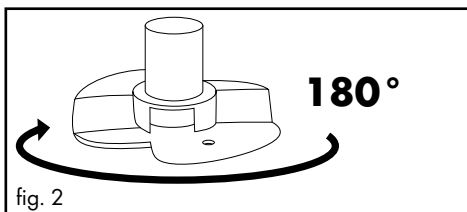
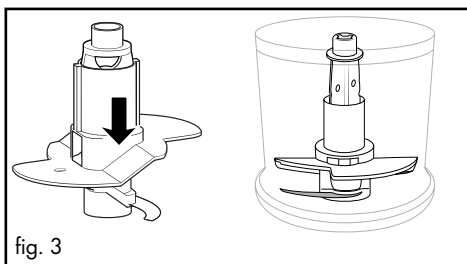

fig. 2
fig. 3
- Pentru 200 ml de frișcă rotiți paletetele **11** orizontal la 180° (fig. 2), astfel încât acestea să nu se mai sprijine decât pe un cuțit **8** și să se fixeze (fig. 3). Astfel, acestea se vor ridica prin frișcă: